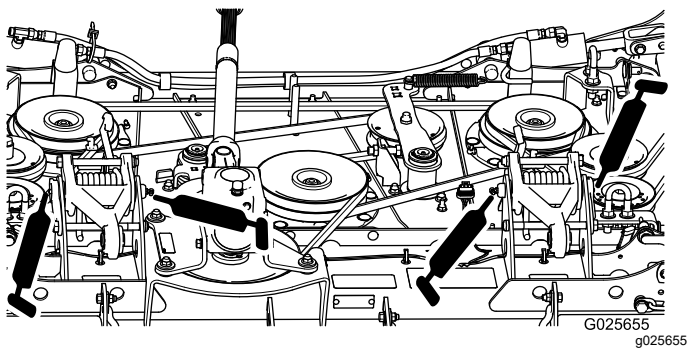

Рисунок 18
- Тяговые звенья дек (5 мест) (Рисунок 18)